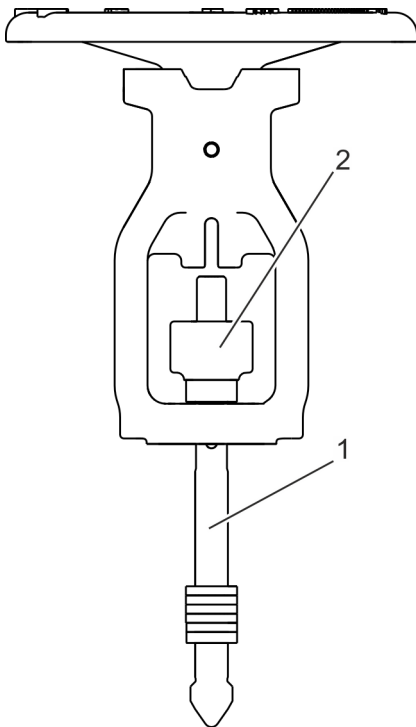

Fig. 26: Desenroscar el husillo
15. ▶ Desenrosque el husillo (Fig. 26/1) del casquillo roscado.
16. ▶ Quite el prensaestopas (Fig. 26/2) del husillo.
17. ▶ Retire el husillo (Fig. 26/1) del bonete.